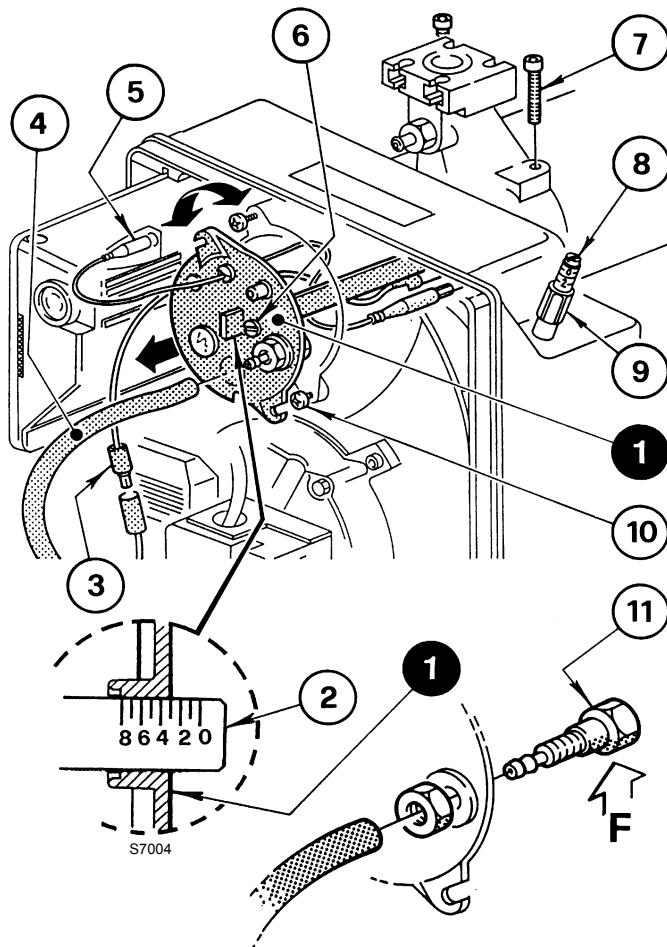

Fig. 13
Se realiza girando en el sentido de las agujas del reloj o en sentido contrario el tornillo de regulación 6)(Fig. 13), hasta que la muesca hecha en la brida de regulación 2) coincida con el plano externo del grupo cabezal 1).
En la Fig. 13, la brida de regulación del cabezal está regulada en la muesca 3.
Para extraer el grupo cabezal (Fig. 13) es necesario:
Volver a montar siguiendo el mismo procedimiento antes descrito en el orden inverso, colocando el grupo cabezal 1)(Fig. 13) en su posición original.
Enroscar los tornillos 7)(Fig. 13) sin apretarlos hasta que hagan tope. Después apretarlos con el par de torsión de 3 - 4 Nm.
Si la toma de presión del aire 11) (Fig. 13) se afloja accidentalmente, reapretarla asegurándose que el orificio (F) (Fig. 13) situado en la parte interna del grupo cabezal 1)(Fig. 13) esté orientado hacia abajo.